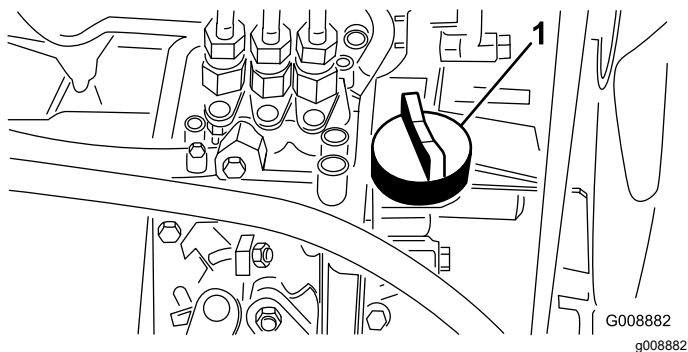

Рисунок 26
4. Если уровень масла низкий, снимите крышку маслозаливной горловины (Рисунок 26) и постепенно, небольшими порциями долийте масло, часто проверяя его уровень, пока он не достигнет метки Full (Полный) на измерительном щупе.